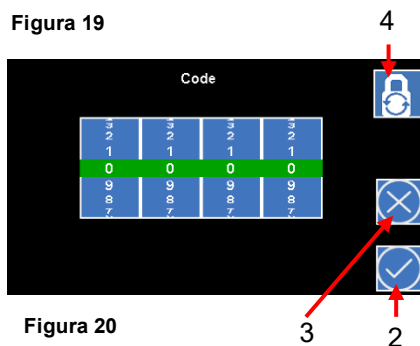

Figura 20
1. Pulse el icono **Contraseña** (1) en el menú **Valores medidos**.
2. Ajuste el código mediante los diales (véase la figura 20).
3. Haga clic en el icono **Aplicar** (2).
2. Haga clic en el icono **Cambiar contraseña** (4) (véase la figura 20).